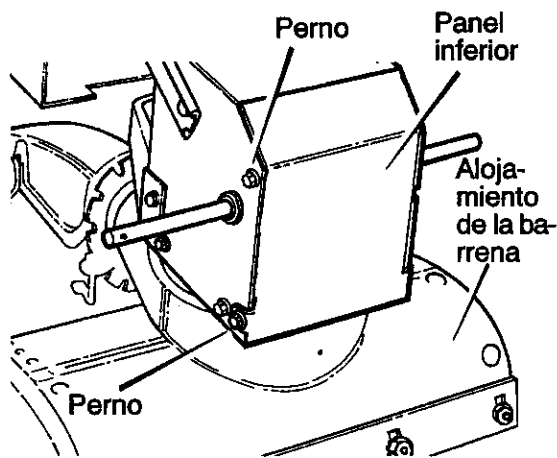

Figura 72
2. Afloje los **pernos** a cada lado del **panel inferior** (Figura 72).
18. Instale el **panel inferior** (Figura 72).
13. Instale el **panel inferior** (Figura 72).